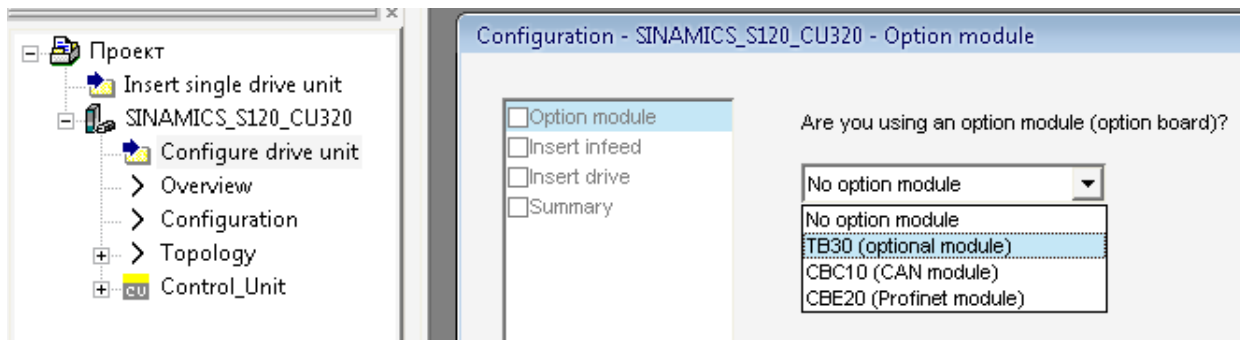

Рисунок 3.2 – Выбор опционной платы
4) Двойным кликом мыши выберите «Configure drive unit» (конфигурация привода), в меню опционных модулей выберите плату расширения TB30 (рисунок 3.2) и нажмите «Continue».